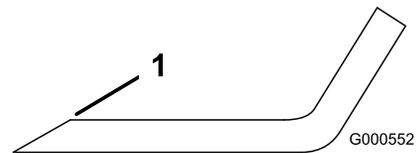

Figura 103
1. Utilize uma lima para afiar aresta de corte em ambas as extremidades da lâmina (Figura 103).
Nota: Se lâmina não estiver equilibrada, lime algum metal da extremidade da aba apenas (Figura 103).